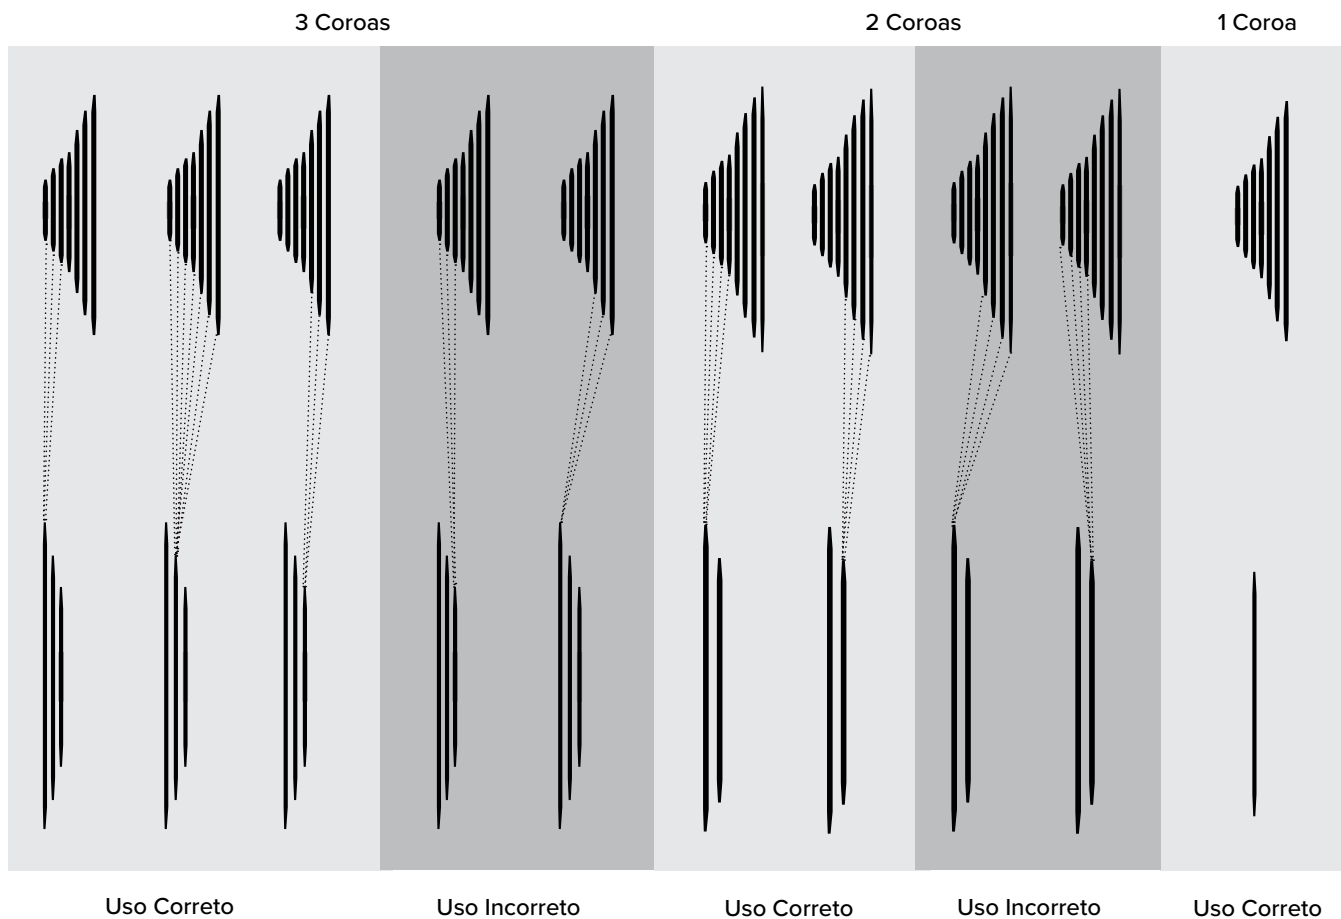

Figura 3
- **Corrente de transmissão** – a corrente transmitirá todo o movimento para a roda livre e, conseqüentemente, fará a bicicleta movimentar-se. Para um melhor desempenho da bicicleta, a utilização do sistema de câmbio deve ser otimizada e o usuário deverá ter como regra de uso a forma apresentada na **Figura 3**: